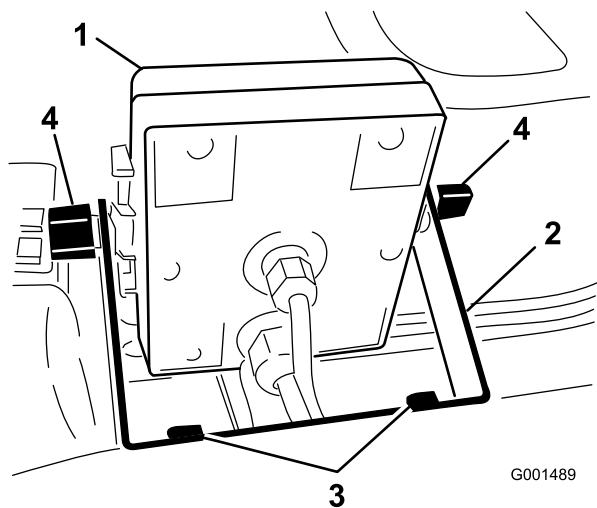
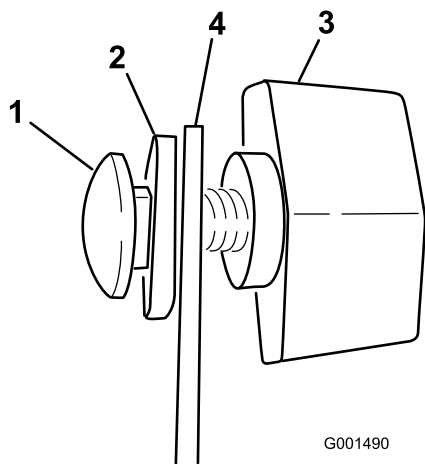

図 5
図 6
2. モニタのブラケットをダッシュボードに取り付ける；フランジヘッド・ボルト (1/4 x 3/4 in) 2本とフランジ・ナット (1/4 in) 2本を使用する (図 5)。
3. キャリッジボルト、ゴム・ワッシャ、ノブ 各 2 個を、図 5 および図 6 のように仮止める。
- ブラケットにスプレープロを取り付け (図 5)、ノブで固定する。